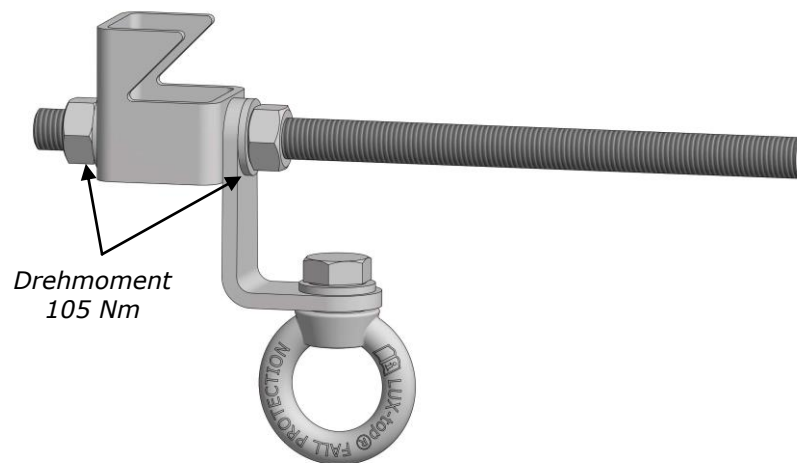

Abbildung 1
1. Trägerklemme mit Ösenhalter + Öse auf der Gewindestange (M16) gemäß *Abbildung 1* befestigen. Die Muttern auf beiden Seiten mit einem Drehmoment von 105 Nm anziehen.